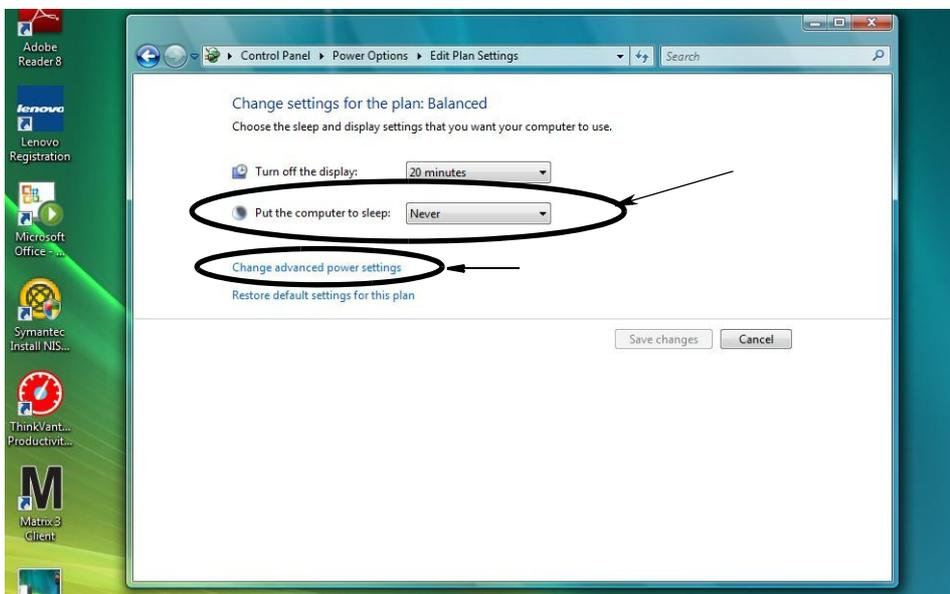

ABB. 35
4. Ändern Sie das Feld „Energiesparmodus nach:“ in „NIE“. Wählen Sie dann „Erweiterte Energieeinstellungen ändern“ (ABB. 35).